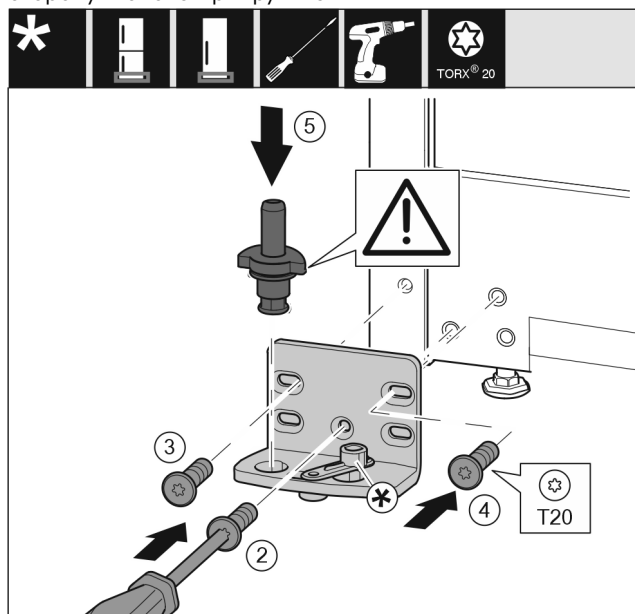

Fig. 15
- ▶ Установите опорный кронштейн с другой стороны и прикрутите с помощью отвертки. Начинайте с винта Fig. 15 (2) снизу в центре.
- ▶ Затяните винт Fig. 15 (3) и винт Fig. 15 (4).
- ▶ Снова установите опорный палец Fig. 15 (5) в сборе. При этом проследите за тем, чтобы выступ фиксатора был направлен назад.